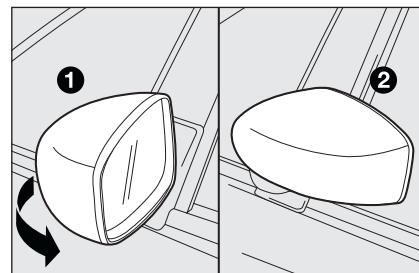

fig. 57
In caso di necessità (per esempio quando l'ingombro dello specchio crea difficoltà in un passaggio stretto) è possibile ripiegare gli specchi spostandoli dalla posizione **1** alla posizione **2-fig. 57**.
***Durante la marcia gli specchi devono sempre essere in posizione 1-fig. 57.***